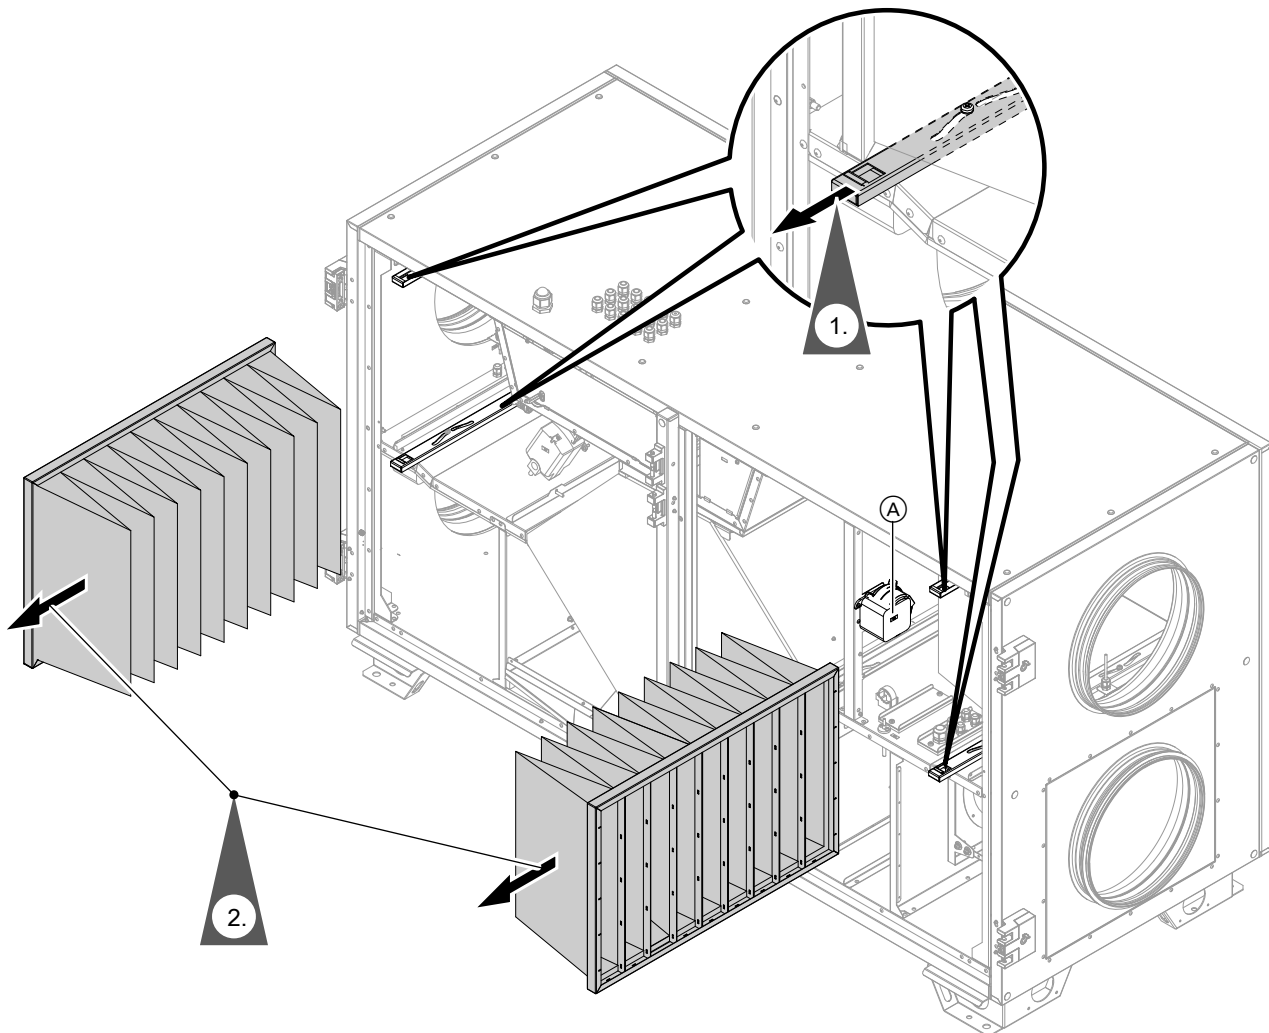

Abb. 69
6. Neue Filter in korrekter Einbaulage einbauen: Arbeitsschritte in Abb. 69 in umgekehrter Reihenfolge durchführen. Hierbei Außenluftfilter und Abluftfilter nicht vertauschen.